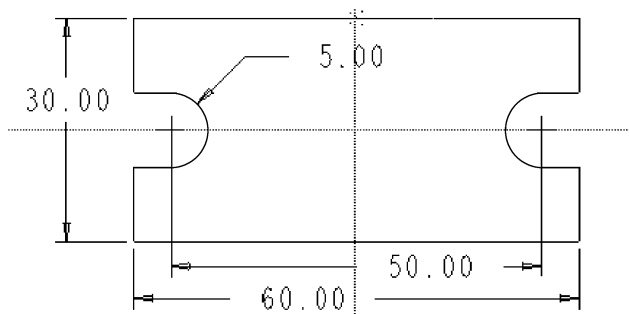

图 3-123 草绘练习 4
(4) 草绘如图 3-123 所示的图形，并将所有尺寸加强。